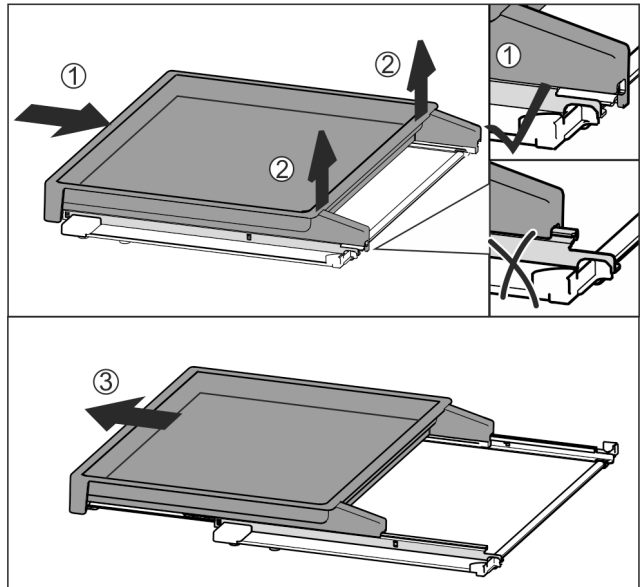

Fig. 50
- ▶ Introduzca completamente la tabla expandible Fig. 50 (1).
- ▶ Afloje el enganche en la parte trasera Fig. 50 (2).
- ▶ Retire hacia adelante la tabla expandible Fig. 50 (3).